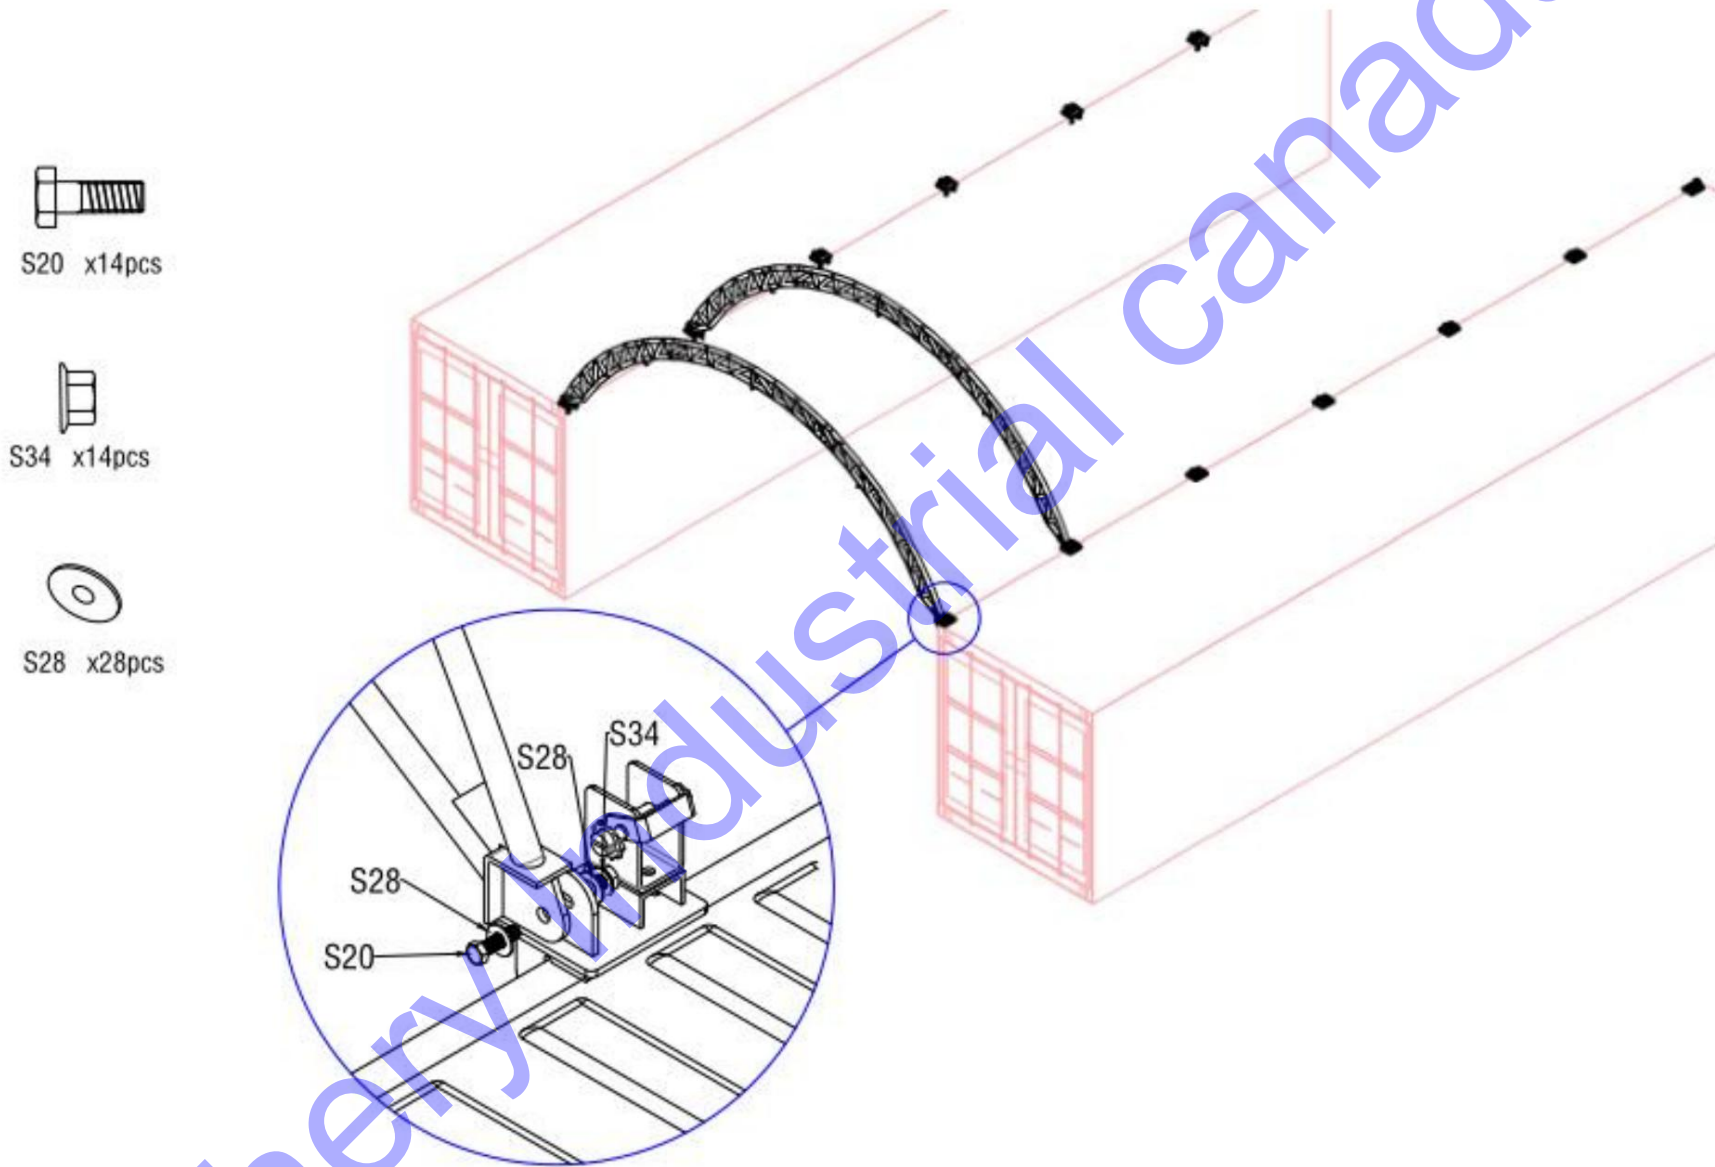

Figure 4
2.3 Soulevez une arche assemblée sur une plaque de base et connectez l'arche à la plaque de base à l'aide du boulon M14x50mm (pièce n° S20), et forcez l'autre extrémité de l'arche sur la plaque de base opposée de la même manière que le montre la figure 4.